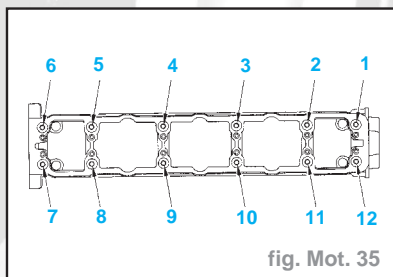

fig. Mot. 35
- Serrer les vis en suivant l'ordre indiqué (fig. Mot. 35).